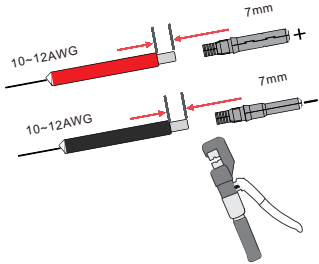

Figure 4.1-2 Sertissage de la borne sur le câble
Étape 2. Sertissez les bornes métalliques avec une pince à sertir, comme illustré à la Figure 4.1-2.